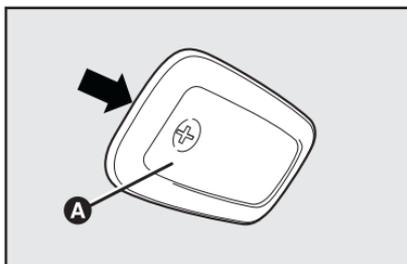

fig. 33
- Actúe en el punto indicado por la flecha con un destornillador (no suministrado), con cuidado para no dañar el techo y el plafón con la herramienta, y saque el plafón **A-fig. 33**.